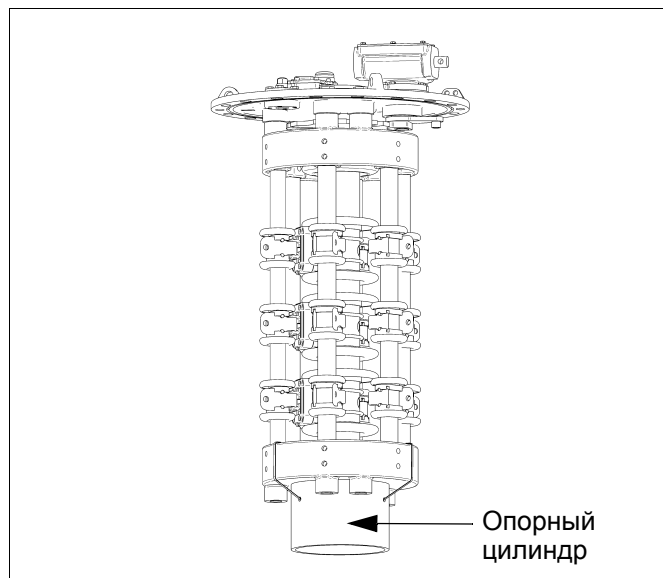

рис. 38 Удалить опорный цилиндр
- 8) Удалите опорный цилиндр с креплением (**рис. 38**).